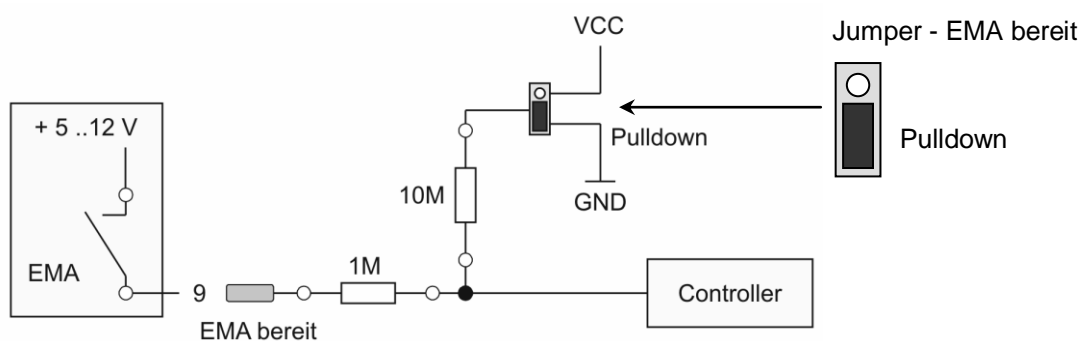

Abb. 6.23: EMA – EMA bereit, Anschlussplan "Spannung"
Pegel-Einstellung (Abbildung 6.23 und 6.24)
- a) Spannung (*Abbildung 6.23*)